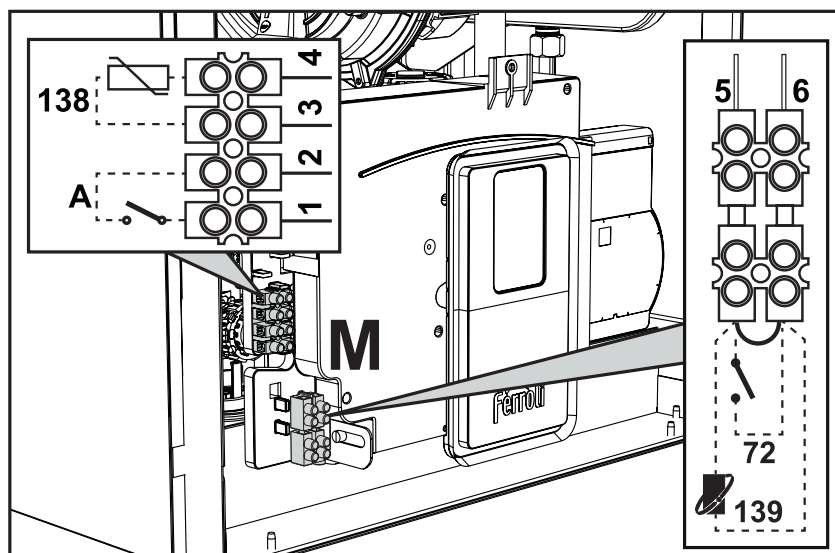

Рис. 28
После снятия передней панели (см. «Открытие передней панели» на стр. 37) можно получить доступ к клеммным колодкам (M) и предохранителю (F), действуя согласно нижеприведенным указаниям (рис. 28). Клеммы, указанные на рис. 28, должны иметь чистые контакты (не 230 В). Расположение зажимов и их назначение показаны также на электрической схеме на рис. 67.